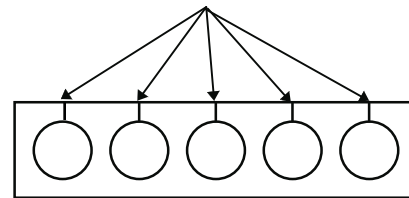

Abbildung 3-13
8. Die Abstandsstücke müssen vor der Montage mit einer Schere auf einer Seite ausgeschnitten werden. Beachten Sie Abb. 3-13, damit Sie an den richtigen Stellen schneiden.